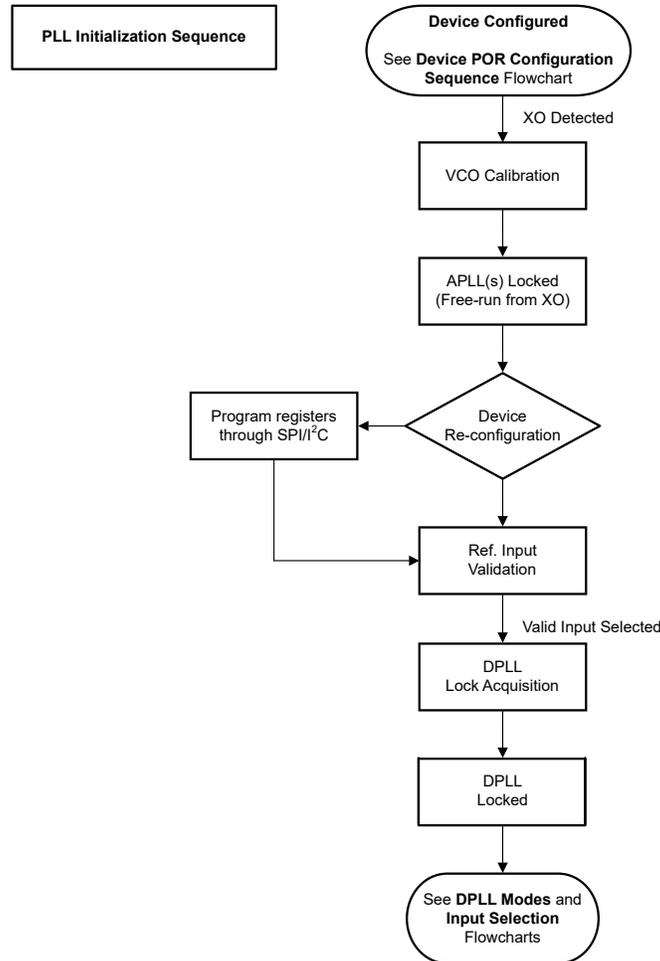

図 8-40. APLL の初期化シーケンス
起動後、グローバル SWRST (R23[6]) がデバイスの初期化シーケンスと APLL キャリブレーション ステートマシンを再起動します (図 8-40 を参照)。POR 後に APLL レジスタを変更してすべての APLL を再調整し、出力と SYSREF チャンネル デバイダを再調整する場合は、グローバル SWRST を発行することをお勧めします。
**図 8-40** に、POR 後の APLL 起動の一般的なシーケンスを示します。このシーケンスは、グローバル SWRST または APLLx\_SWRST の後にも適用されます。適切な VCO キャリブレーションを行うには、VCO キャリブレーションの開始前に、APLL リファレンス クロックの振幅と周波数が安定している必要があります。そうしないと、VCO キャリブレーションが失敗し、APLL と出力クロックの起動が妨げられる可能性があります。